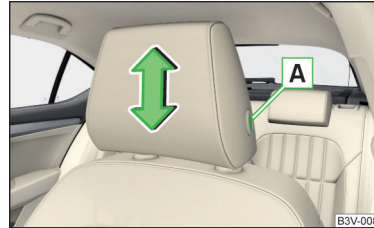

Abb. 94
- › Zur **Höheneinstellung** die Sicherungstaste **A** halten und die Stütze in die gewünschte Richtung verschieben » **Abb. 94**.